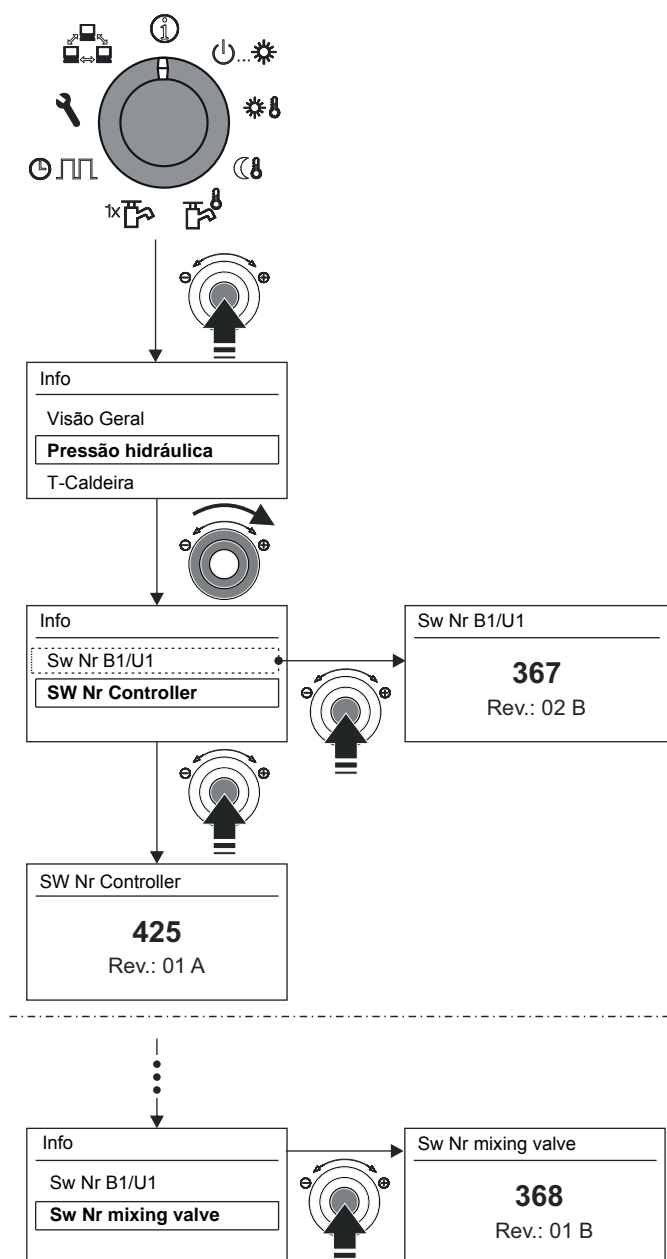

Fig. 7-4 Informações de software dos componentes de regulação
Para isso, tenha já preparadas as características essenciais do aparelho (para o procedimento, consultar fig. 7-4):
- Versões de software (ver fig. 7-4) de: